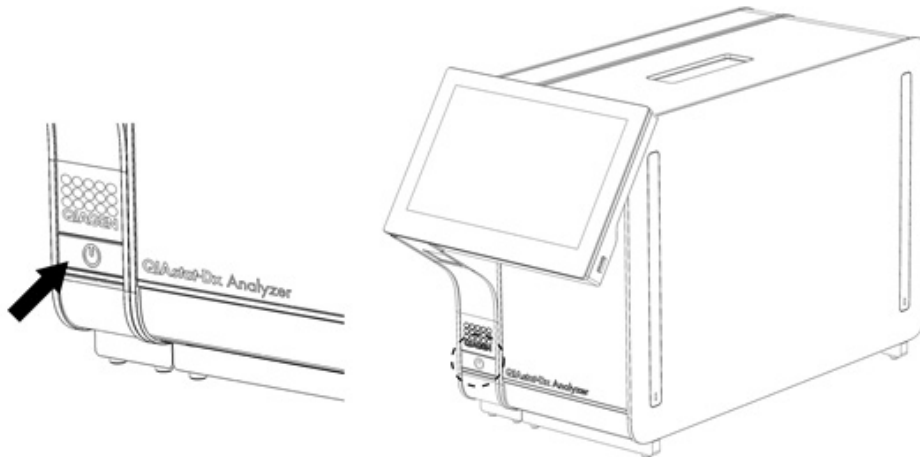

Рис. 22 Натискання кнопки ON/OFF (УВИМК./ВИМК.) для запуску приладу.
1. Натисніть кнопку ON/OFF (УВИМК./ВИМК.) на передній панелі аналізатора КВІАстат-ДКс (QIAstat-Dx) 1.0, щоб запустити прилад (рис. 22).